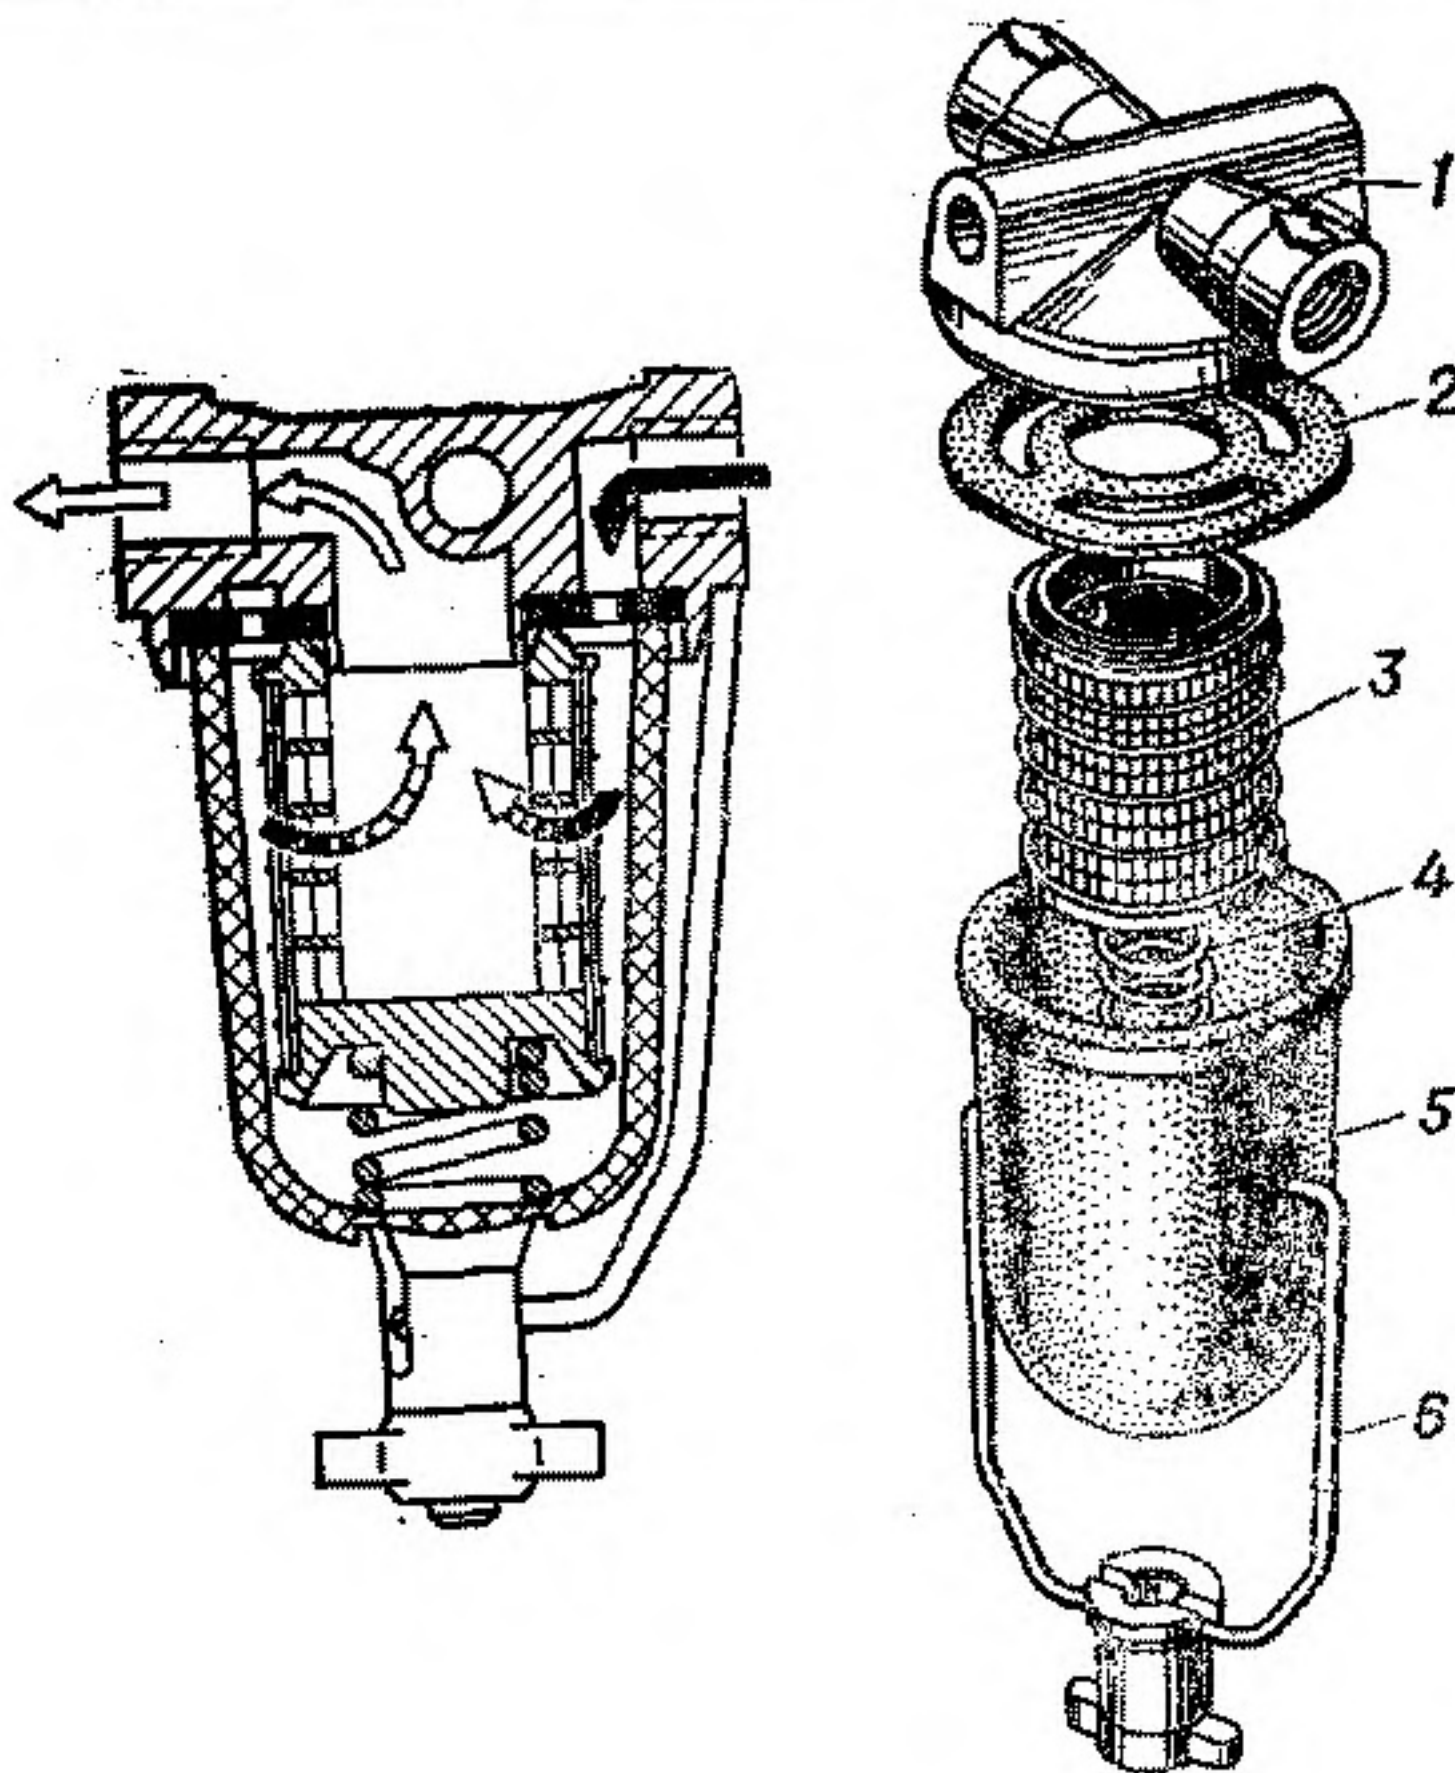

Рис. 10. Топливный фильтр тонкой очистки:
46. Снять и промыть фильтрующий элемент, корпус и стакан топливного фильтра тонкой очистки (рис. 10)